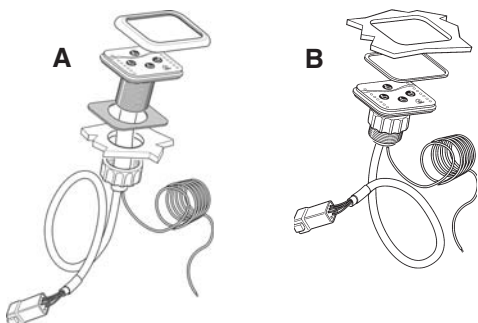

Fig. 22
Instalar el panel de mandos (B), **ver fig. 1, 3 y 22**, en un lugar de fácil acceso en el puesto de pilotaje. El diámetro de corte del agujero es de 52 mm. **Ver fig. 3**. Usar la junta que se incluye en la entrega del producto (**Ver fig. 22A**). Para el montaje a nivel del panel, presionar y retirar la sección central y usar el resto de la junta para el montaje, **ver fig. 22 B**. Véase también la plantilla con orificios para el panel de mandos al final del manual.